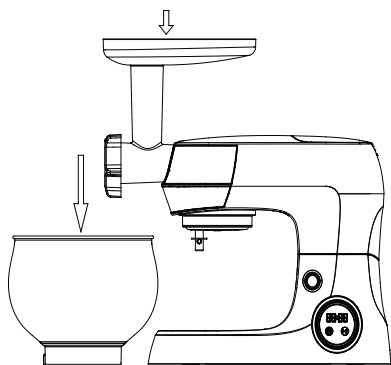

Рисунок 8
10. Установите лоток (9) на корпус мясорубки (8) так, чтобы широкая часть располагалась над моторным отсеком прибора.
11. Поместите смесительную чашу (26) или другую емкость под отверстие мясорубки (см. рис. 8).